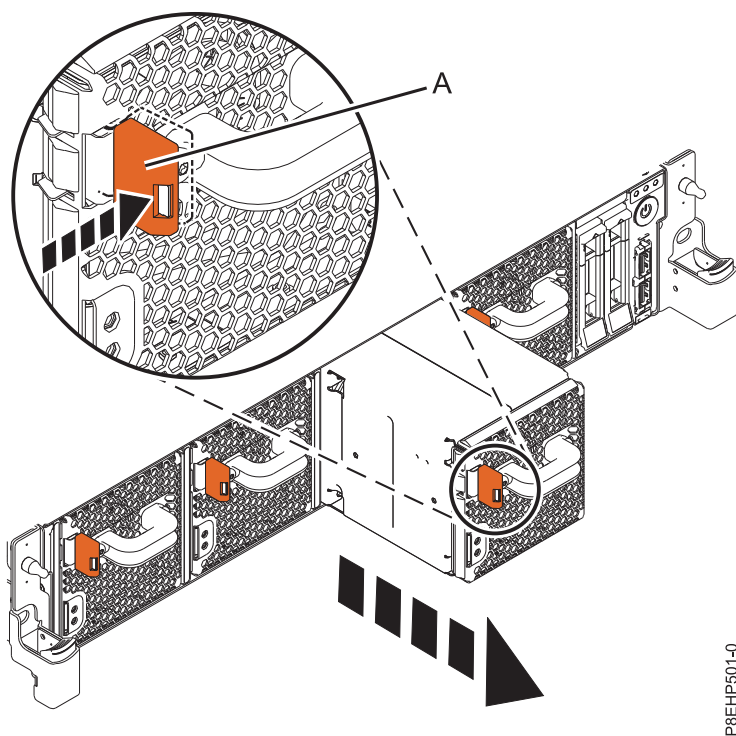

Figure 11. Retrait d'un ventilateur du système
- a. Pour désinstaller le ventilateur du système, appuyez sur le taquet de verrouillage de couleur ocre (A), comme illustré dans la figure 11.